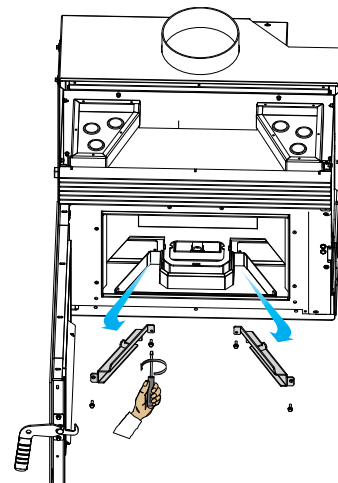

fig. 7.17
- D) rimuovere le impugnature laterali ignifughe delle piastre interne (fig. 7.17)